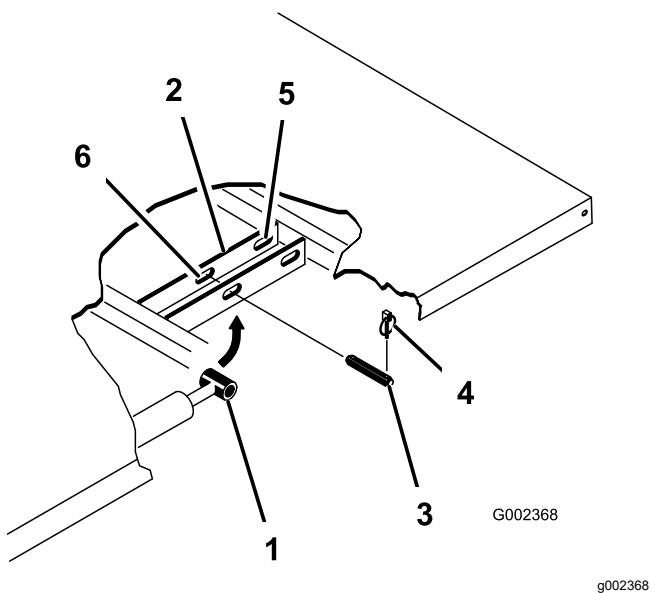

Figura 34
3. Rimovete gli acciarini dalle estremità esterne dei perni con testa dell'asta del cilindro (Figura 34).
4. Rimuovete i perni con testa che fissano le estremità dell'asta del cilindro alle piastre di montaggio del pianale spingendo i perni verso l'interno (Figura 34).
5. Rimuovete gli acciarini ed i perni con testa che fissano le staffe orientabili ai profilati del telaio (Figura 34).